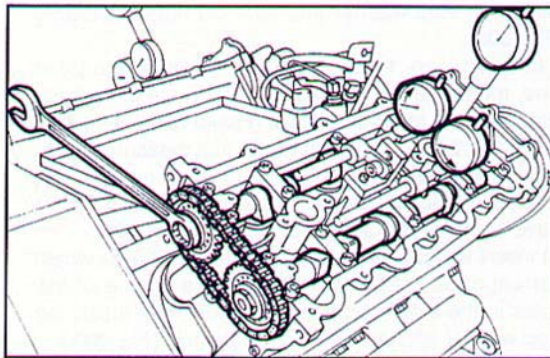

Fig. 314 ▲
1. le singole fasature sono errate ma la somma delle fasature è corretta ($1,60 \pm 1,70$ mm): con cilindro n° 1 al PMS, allentare il dado e le tre brugole di fissaggio dei due mozzetti puleggia quindi, agendo sui dadi posteriori degli alberi di distribuzione, riportare le singole fasature ai valori corretti (Fig. 314), quindi bloccare i mozzetti puleggia;
1. the single tuning items are incorrect but, when summed, the total is correct ($1.60 - 1.70$ mm): with cylinder no. 1 at TDC, slacken the nut and the three Allen screws fastening the two pulley hubs and then, by turning the rear nuts of the camshafts, restore the single tuning items to their correct values (Fig. 314), and fasten the pulley hubs;